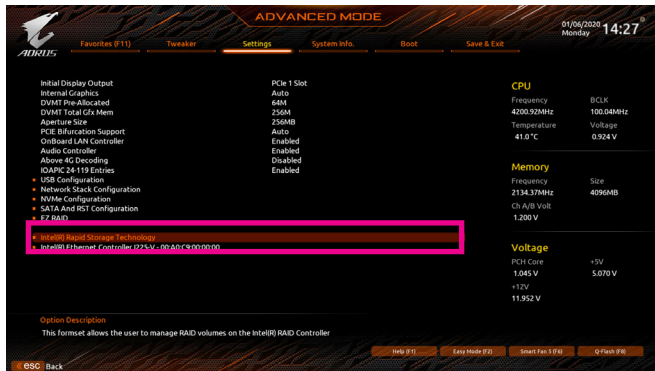

图7
重启机后, 请进入BIOS程序设置画面, 再进入「Settings\IO Ports\Intel(R) Rapid Storage Technology」子选单(图7)。